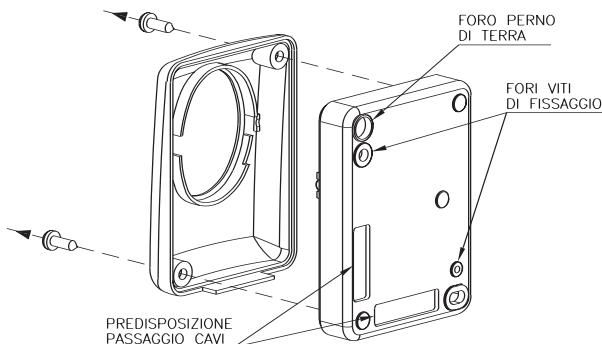

fig. 2
- Togliere il coperchio della pulsantiera rimovendo le 2 viti di fissaggio ed aprire le sedi predisposte per il passaggio dei cavi (Fig.2).